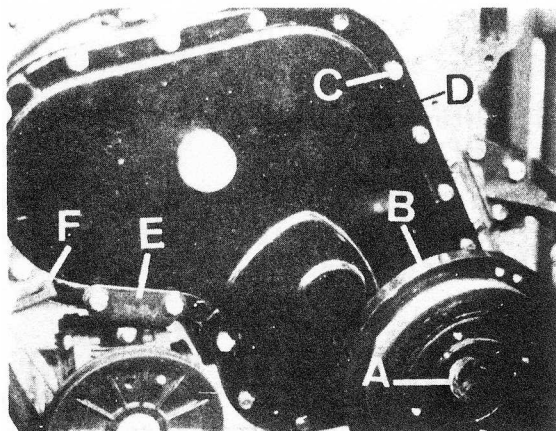

Fig. A3-62 Desmontaje de la tapa de la distribución y damper
- 1.5. Desmontar el tornillo -garra, A (Fig. A3-62) y retirar el damper, B.
- 1.6. Desmontar los tornillos, C (Fig. A3-62) que fijan la tapa, D, el soporte del deprensor, E, y el del tensor, F. Retirar éstos y la junta de la tapa.
- 3.2. Desmontar el damper e instalar el resto de los tornillos que fijan la tapa y los soportes, E, y F (Fig. A3-62).
- 3.3. Aplicar una capa de grasa en el labio de obturación del retén, instalar el damper y fijar éste con su tornillo-garra, C (Fig. A3-62), apretando éste a 27,65 mkg.